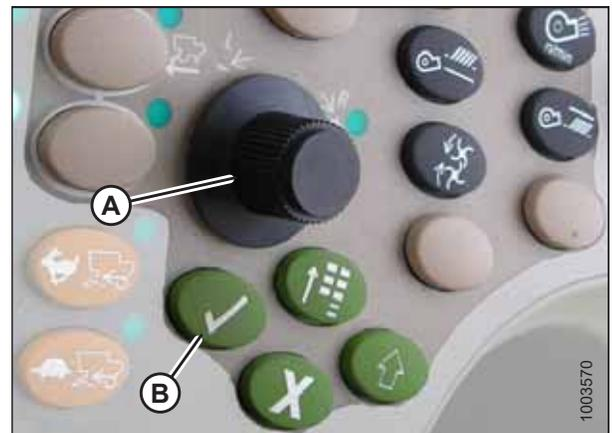

Abbildung 3.334: Bedienkonsole in John Deere-Mähdreschern
7. Mit dem Auswahldrehknopf im Listenfeld (A) nach unten blättern und den Eintrag HEADER (Schneidwerk) markieren. Die Auswahl mit der Häkchentaste bestätigen (Auswahldrehknopf und Taste sind in Abbildung 3.334, Seite 213) dargestellt.
8. Zum Symbol mit einem Pfeil in einem Diamanten (B) rechts unten auf dem Display schalten und die Auswahl mit der Häkchentaste bestätigen.